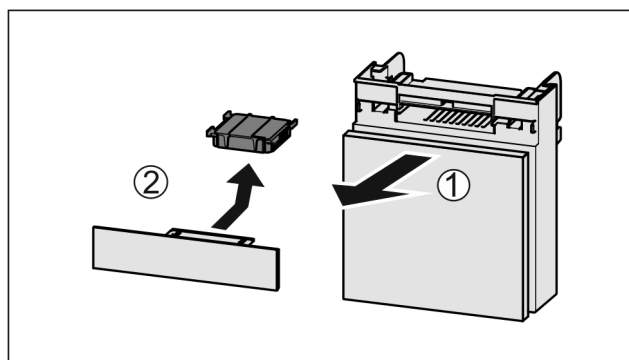

Fig. 57
- ▶ 向前拉出 Fig. 57 (1) 抽屉。
- ▶ 取出 Fig. 57 (2) 活性炭过滤器。